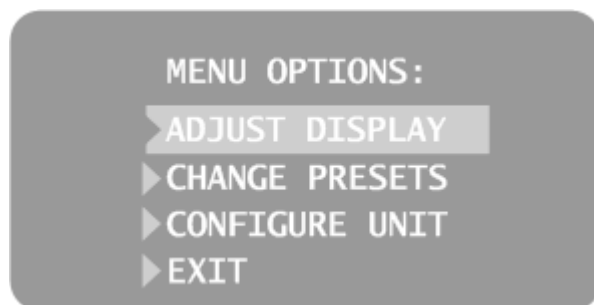
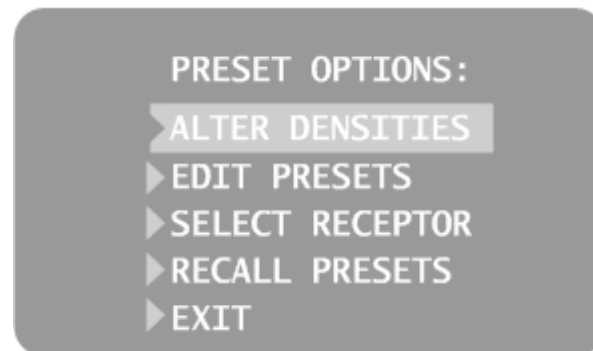
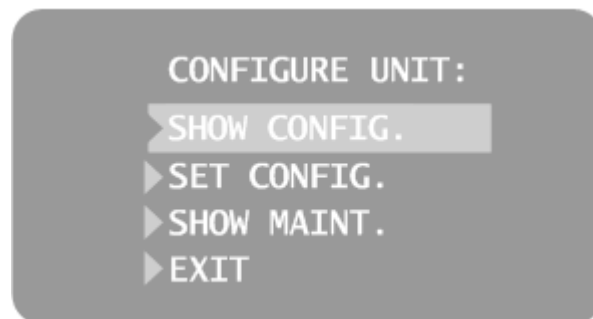
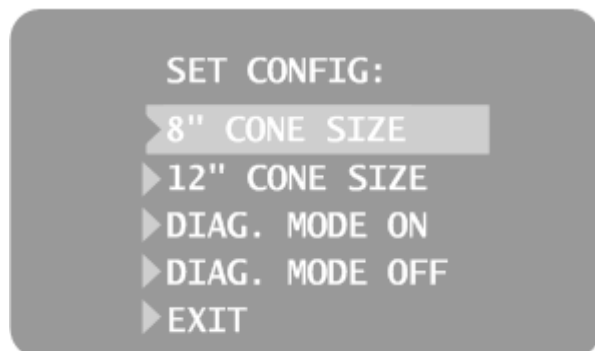

Figure 49
Figure 51
Figure 52
Figure 53
1. Pour accéder au mode Configuration du système, appuyez simultanément sur les touches Sélection de la dent et Sélection de la taille du patient du tableau de commande et maintenez-les enfoncées pendant 5 secondes. Le menu principal Configuration du système s'affiche, comme illustré à la *Figure 49*, et le témoin d'état Prêt clignote.
1. Depuis le menu principal de configuration du système, illustré à la *Figure 49*, sélectionnez RÉGLER L'AFFICHAGE. Le menu Options d'affichage illustré à la *Figure 50* apparaît.
1. Depuis le menu principal de configuration du système, illustré à la *Figure 49*, sélectionnez MODIFIER LES PARAMÈTRES PRÉDÉFINIS. Le menu Options des paramètres prédéfinis illustré à la *Figure 51* apparaît.
1. Depuis le menu principal de configuration du système, illustré à la *Figure 49*, sélectionnez CONFIGURATION DE L'UNITÉ. Le menu Configuration, illustré à la *Figure 52*, apparaît.
Sélectionnez DÉFINIR CONFIG. dans le menu Configuration illustré à la *Figure 52* pour afficher le menu Définir config., *Figure 53*, comportant des options pour modifier la taille du cône. Le système de radiographie dentaire Preva est prédéfini pour une utilisation avec le cône standard de 20 cm [8 po]. Le cône de 30 cm [12 po] (30-A2033) est disponible. L'utilisation du cône plus long exige des temps d'exposition plus longs, que le Preva sélectionne automatiquement lorsque vous modifiez la taille du cône dans le menu Définir config.
2. Sélectionnez DÉFINIR CONFIG. Le menu Définir config., illustré à la *Figure 53*, apparaît.
3. Sélectionnez l'option DÉFINIR CONFIG. Le menu Définir config., illustré à la *Figure 53*, apparaît.
4. Appuyez sur la flèche pointant vers le bas pour sélectionner l'option MODE DIAG. ACTIVÉ, puis appuyez sur Entrée. Le menu Configuration de l'unité, illustré à la *Figure 52*, apparaît.
2. Appuyez sur la flèche pointant vers le bas pour sélectionner l'option CONFIGURATION DE L'UNITÉ, puis appuyez sur Entrée. Le menu Configuration de l'unité, illustré à la *Figure 52*, apparaît.
3. Appuyez sur la flèche pointant vers le bas pour sélectionner l'option Définir config., puis appuyez sur Entrée. Le menu Définir config., illustré à la *Figure 53*, apparaît.